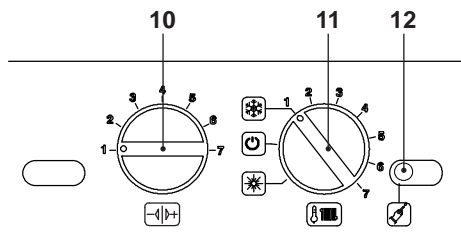
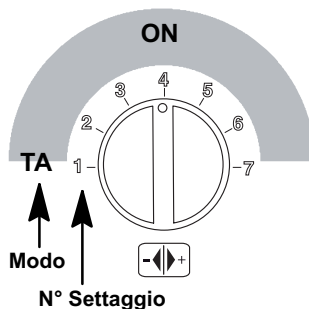

Figura 5.68
Figura 5.73
- Prima di alimentare elettricamente la caldaia posizionare la manopola 11 come indicato in Figura 5.68.
- Per settare il funzionamento modo pompa, bisogna entrare in programmazione premendo per 15 secondi il pulsante di ripristino 12, in Figura 5.68 fino alla comparsa del parametro **P01** sul display LCD; sul display LCD compare la seguente visualizzazione (la sequenza **P01** si alterna ---).
- Per cambiare il settaggio ruotare la manopola regolazione temperatura sanitari 10 Figura 5.68 - Figura 5.73 posizionandola nel modo pompa prescelto (nella Figura 5.73 esempio di manopola settata per Modo pompa **ON**); nell'LCD la sequenza **P13** si alterna con **04**.